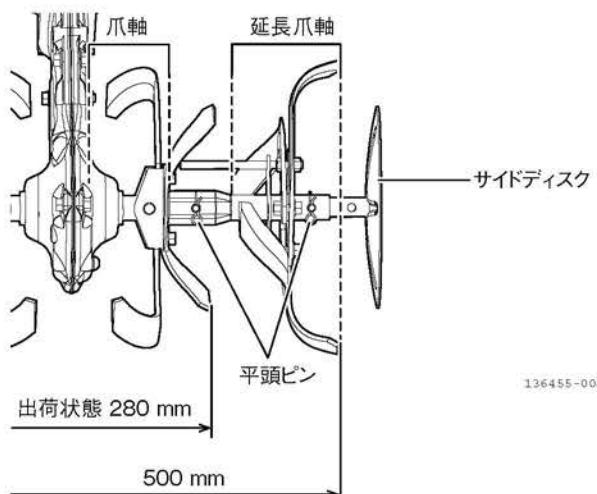
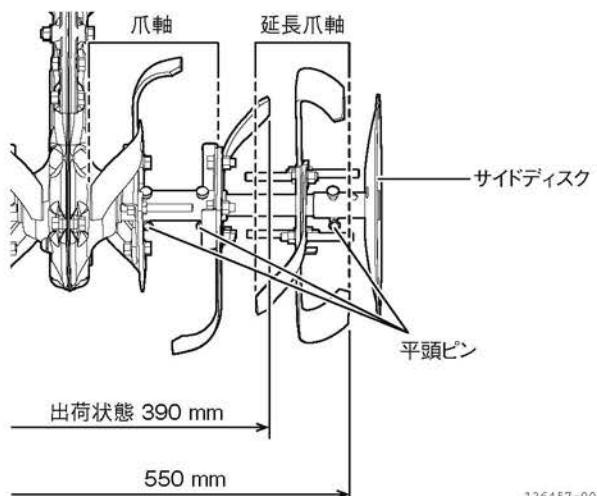

図 3-4 爪軸
図 3-5 爪軸
- 延長爪軸を外した状態でサイドディスクを取り付けることはできません。(図 3-4、図 3-5)